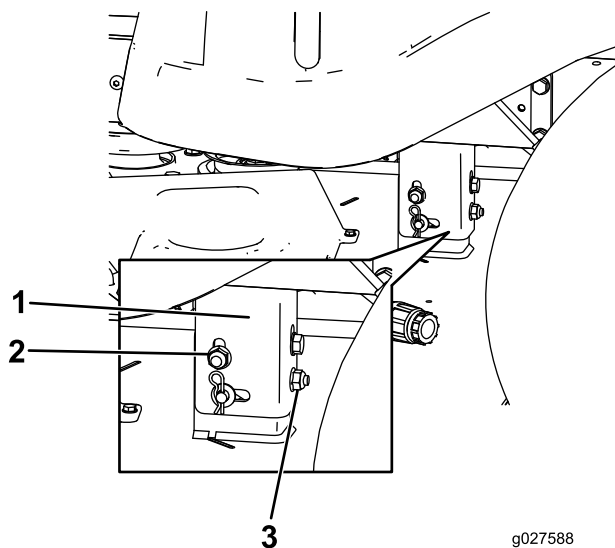

Figura 70
8. Alzate o abbassate il lato sinistro del piatto di taglio ruotando il dado posteriore (Figura 70).
Nota: Ruotate il dado posteriore in senso orario per alzare il piatto di taglio, in senso antiorario per abbassarlo (Figura 70).